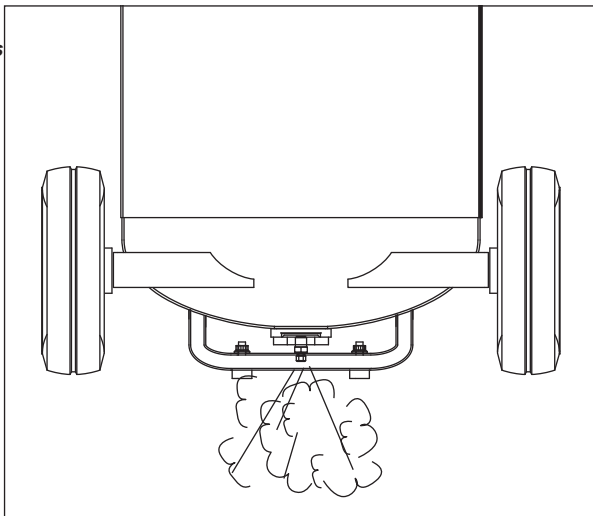

Figura 5
2. Abra la válvula de desagüe inferior del tanque (consulte la figura 5). Gire la válvula de salida para abrir el flujo de aire.
Drene el tanque (Vea la Figura 5)	●